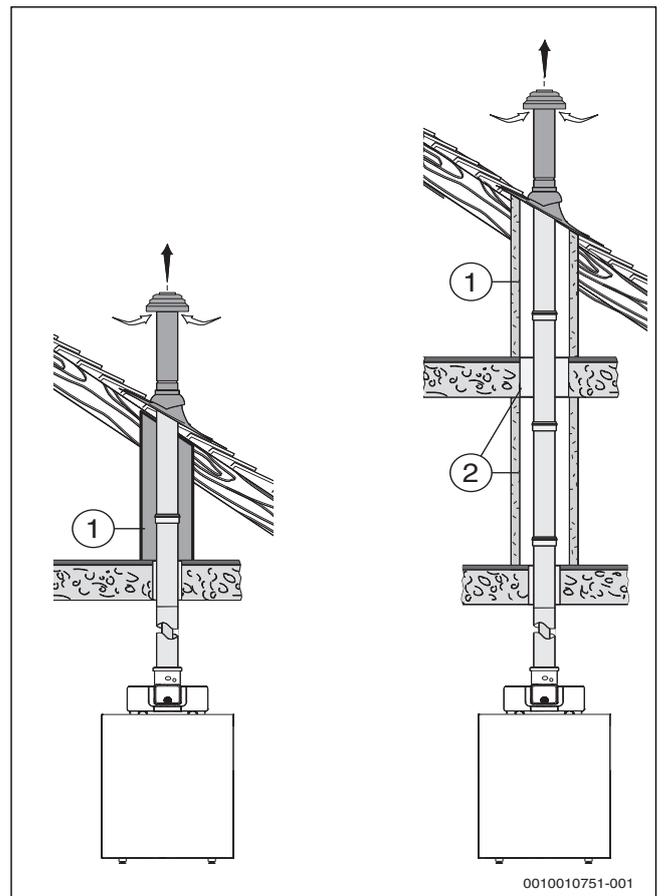

Fig. 4 Montage du conduit
- Si le local d'installation se trouve directement en dessous de la toiture, la conduite air-fumées doit être revêtue entre le bord supérieur du plafond du local d'installation et la couverture du toit. Pour cela il suffit d'utiliser un matériau de construction ininflammable résistant aux déformations ou un tuyau de protection métallique (→ fig. 4, [1]). Si une durée de résistance au feu est déterminée pour le plafond, elle est également valable pour l'habillage.
- Pour court-circuiter les étages, prévoir une conduite air-fumées de la classe de résistance au feu L30 (F30) ou L90 (F90) pour la conduite air-fumées en dehors du local d'installation jusque dans la couverture du toit (→ fig. 4, [2]). Pour cela, utiliser exclusivement les conduits de cheminée homologués.